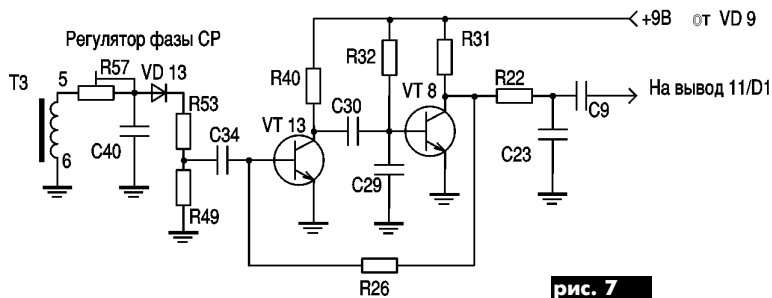

рис. 7
**Формирователь импульсов для схемы АПЧиФ.** Формирователь (рис. 7) устраняет влияние ШИМ импульсов в трансформаторе T3 на работу схемы АПЧиФ. Он формирует строчную “пилу”, параметры которой не зависят от длительности импульсов в трансформаторе. Основой формирователя является ждущий мультивибратор на транзисторах VT13, VT8. Интегрирующая цепь R57, C40 формирует пилообразное напряжение строчной частоты из импульса, поступающего с 5-го вывода трансформатора T3. Диод VD13 отсекает от этой “пилы” отрицательную часть. Полученная усеченная “пила” делится делителем R53, R49 и через дифференцирующий конденсатор C34 поступает на базу VT13, открывая этот транзистор и переводя ждущий мультивибратор в неустойчивое состояние (VT13 открыт, VT8 заперт), в котором он будет находиться, пока не разрядится ранее заряженный конденсатор C30 (через VT13, VD9 и R32). На коллекторе транзистора VT8 формируется положительный импульс без ШИМ, так как его длительность не зависит от длительности входного сигнала, а зависит только от параметров времязадающей цепи ждущего мультивибратора (R32 и C30). Этот импульс интегрирующей цепью R22, C23 преобразуется в “пилу” и через разделительный конден-